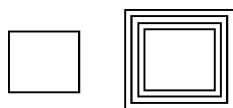

图 5-16 偏移选项说明 (三)
(5) 多个 (M): 使用当前偏移距离重复进行偏移操作, 并接受附加的通过点, 执行结果如图 5-16 所示。